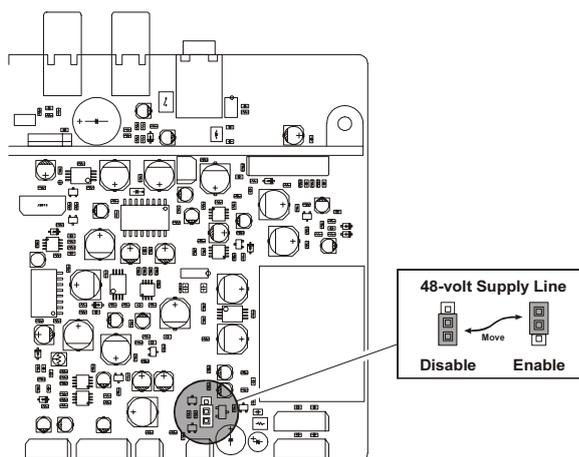

Figure 2
5. En se référant à la figure 2, localiser la prise J28 de la platine AF et enlever le cavalier qui relie les broches 2 et 3 de J28.